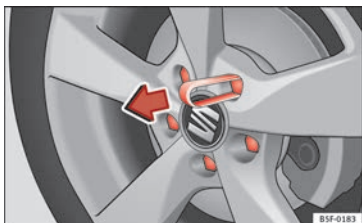

Fig. 60 Retirer le cache de la vis de la roue.
- Encastrez la pince en plastique (outillage de bord) sur le capuchon jusqu'à ce qu'elle s'emboîte » fig. 60.